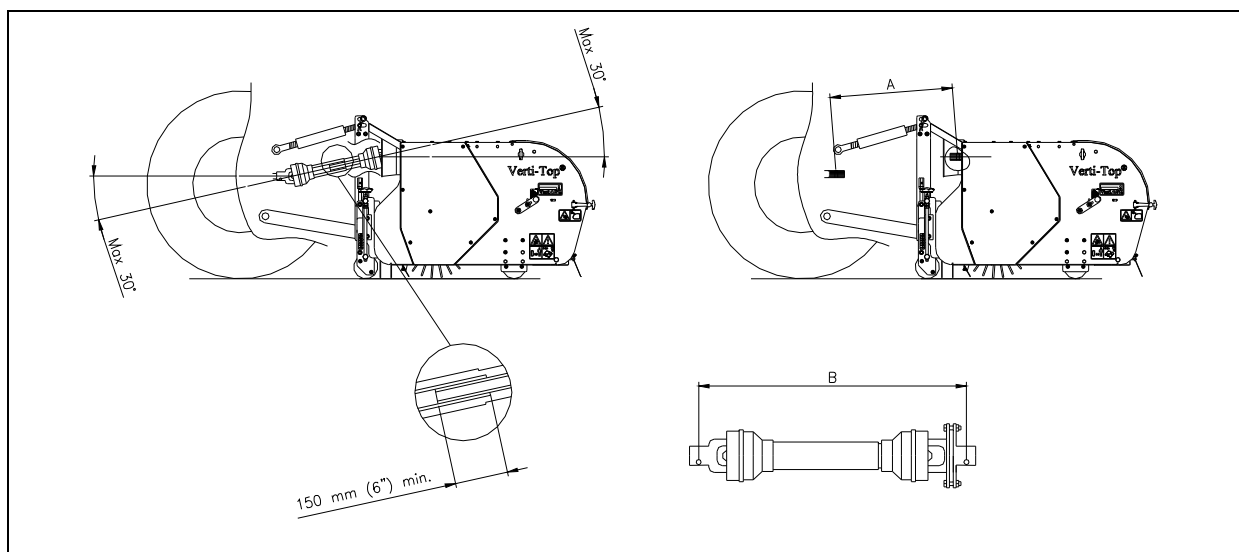

Fig. 10
4.1 LENGTE VAN DE PTO (fig. 10)